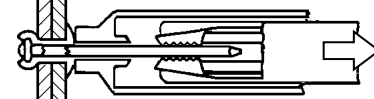

図5-5
- (4) グリップとフロントボディを持ってリベットツールを縮めてください。マンドレルが破断し、リベットが締結されます。(図5-5)